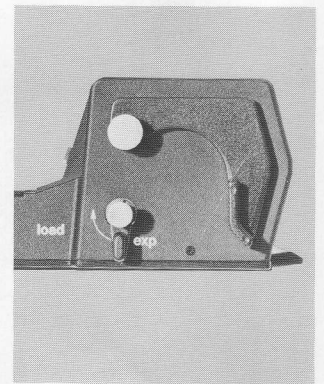

Fig. 3
- 3.1. Umschalthebel (23) auf «load». Bei ungeladener Kassette Hebel **immer** auf «load» (Fig. 3).
- 3.1. Changeover lever (23) to «load». Lever of an empty holder **always** on «load» (fig. 3).
- 3.1. Mettre le levier de commande (23) sur «load». Lorsque le châssis est déchargé, le levier doit **toujours** être positionné sur «load» (fig. 3).